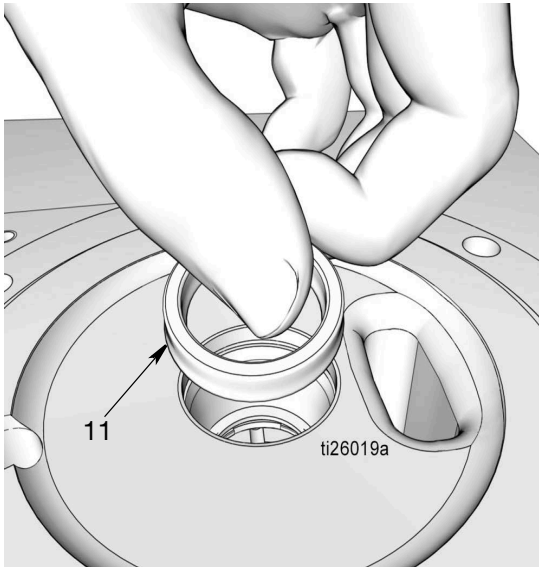

FIG. 32
- d. Monte la junta (11). Asegúrese de que los rebordes de la junta estén orientados hacia abajo como se observa en FIG. 32.